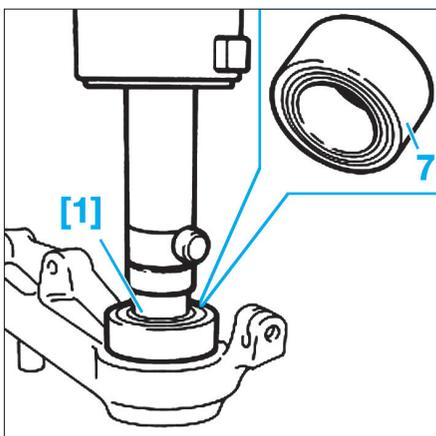

Fig. 21
• A l'aide d'une presse hydraulique et d'un introducteur [1], reposer le roulement neuf (7) (Fig.21).